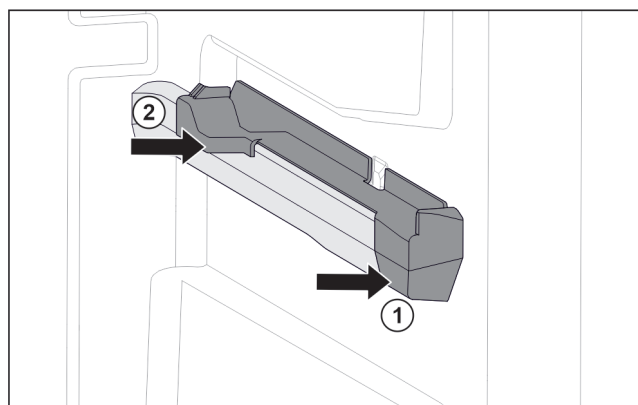

Fig. 70 Elemento inseribile sulla nervatura destra del contenitore
- ▶ Posizionare l'elemento inseribile sulla parte anteriore della nervatura del contenitore. Fig. 70 (1)
- ▶ Premere l'elemento inseribile sulla parte posteriore. Fig. 70 (2)